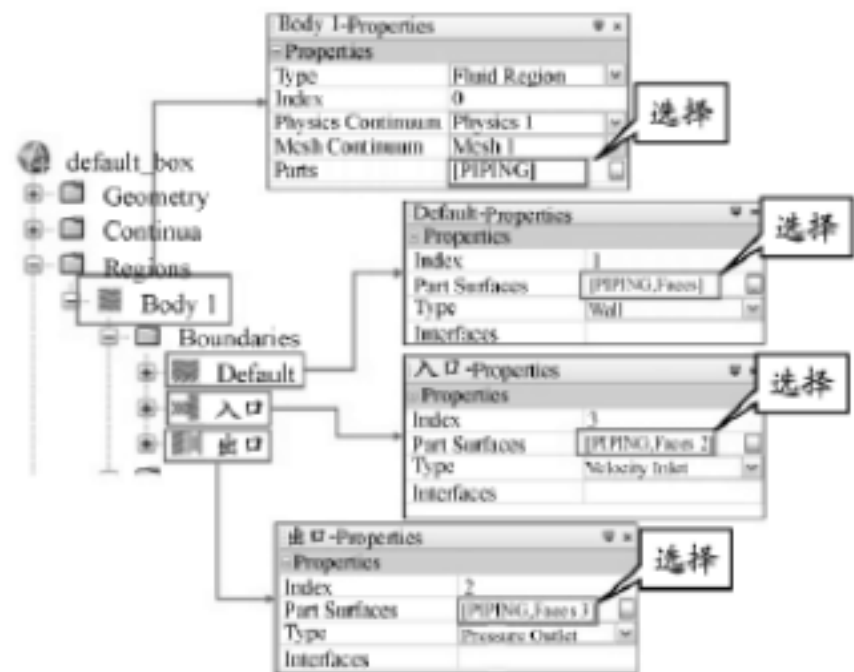

图 2 几何表面与物理边界关联关系
Faces 上点右键选择 Split By Patch, 用 Patch 方法对其几何表面作边界分割。用户可在编辑界面中选择要分割的表面或在 Patch 列表中选择表面对应的 Patch 编号, 点击 Create 进行分割 (如 PIPING 几何体表面分为 Faces 1, Faces 2 和 Faces 3 等)。(4) 将已分割好的几何体表面与区域中的边界进行关联, 即在 Regions 下对应的区域 (如区域名称为 Body 1) 属性中 Parts 项下选择对应的几何体 (即 PIPING) 在区域内各 Boundary 的属性中 Part Surfaces 项下选择对应的几何体表面, 对应关系见图 2。(5) 保留其他设定 (可根据需要改动)。(6) 重新生成网格并进行计算。